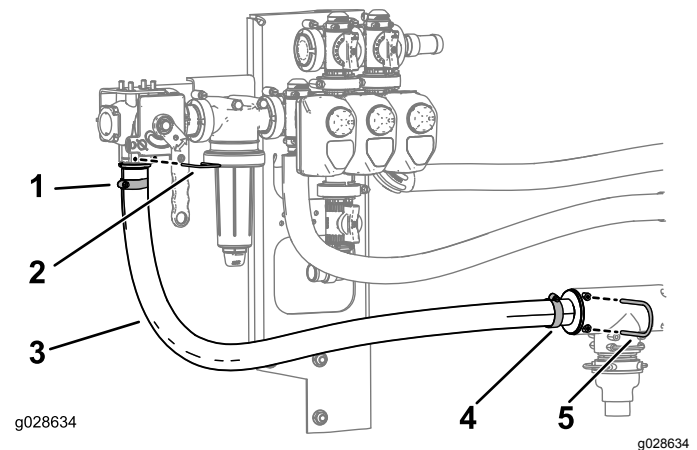

Figura 22
5. Dirigete e fissate il gruppo del flessibile di pressione come illustrato nella Figura 22.